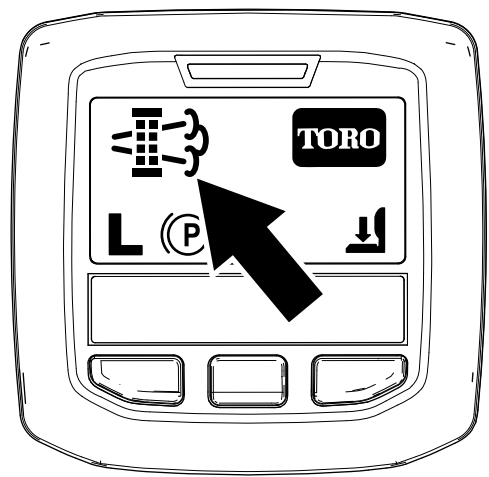

Figura 17
- Cuando el ordenador del motor solicita una regeneración con la máquina aparcada o una regeneración de recuperación, aparece el icono de solicitud de regeneración (Figura 17) en el InfoCenter.